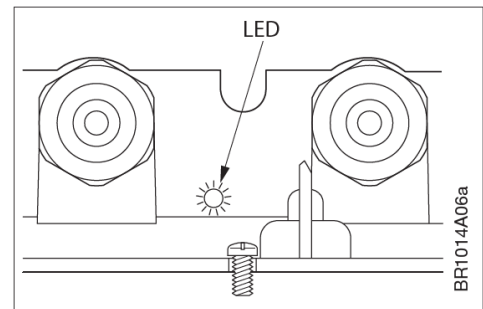

Abb. 5-4: Position der LED
- Die Status LED befindet sich links neben der Kabeleinführung bzw. Kabelverschraubung für die Netzzuleitung (siehe Abb. 5-4).